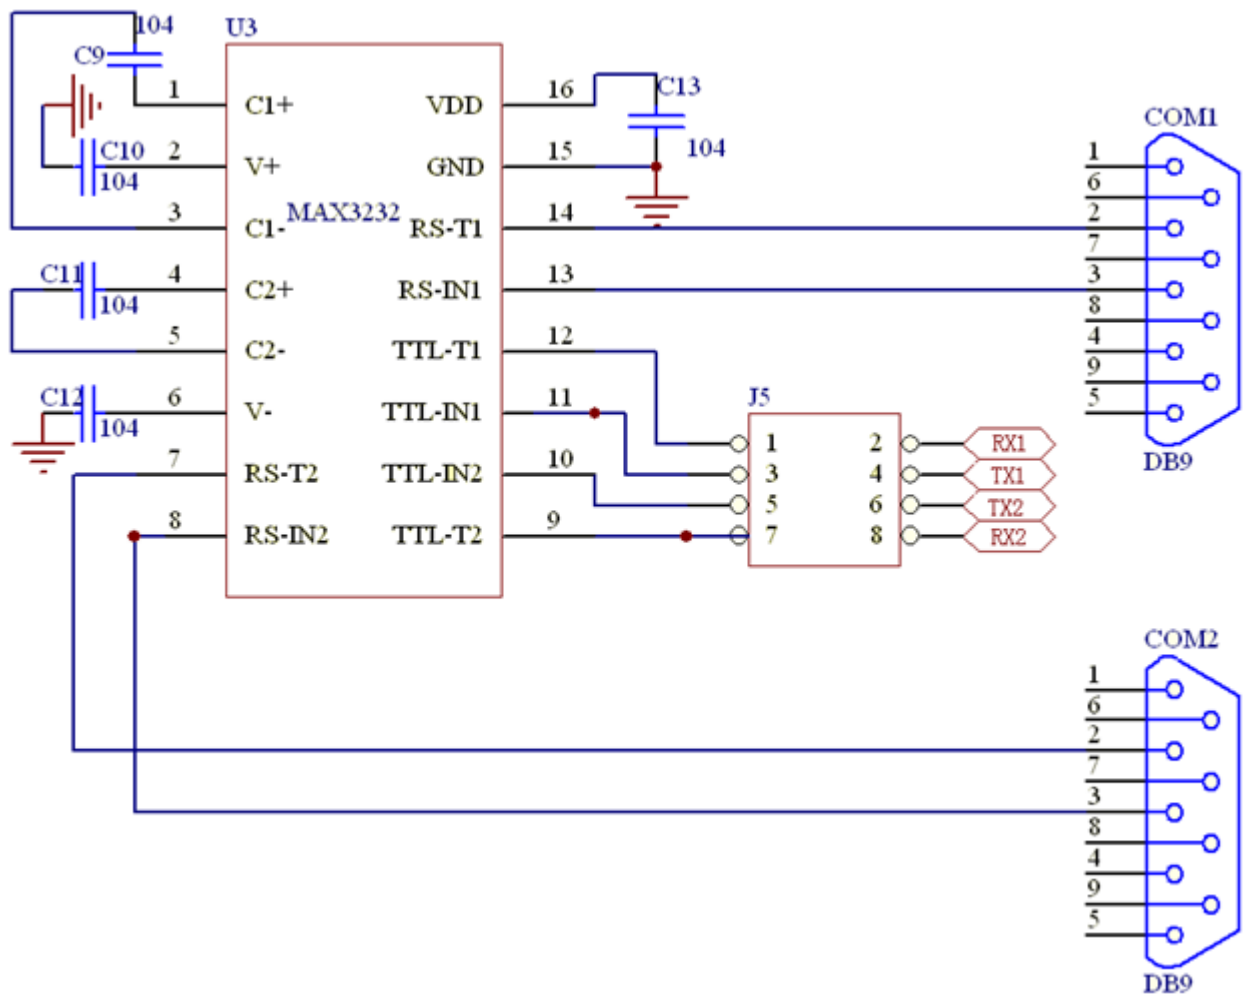

图 1-2-5 串口电路图
- 开发板上，STM32F103VB的PA10（69脚）对应RX1，PA9（68脚）对应TX1，PA3（26脚）对应RX2，PA2（25脚）对应TX2。这两个串口的数据发送端连接到DB9母头的2号脚，数据接收端连接到DB9母头的3号脚，DB9接头与PC机串口相接时，使用直连串口线相连接。同时串口1可以作为程序ISP下载的接口。具体电路见图1-2-5所示